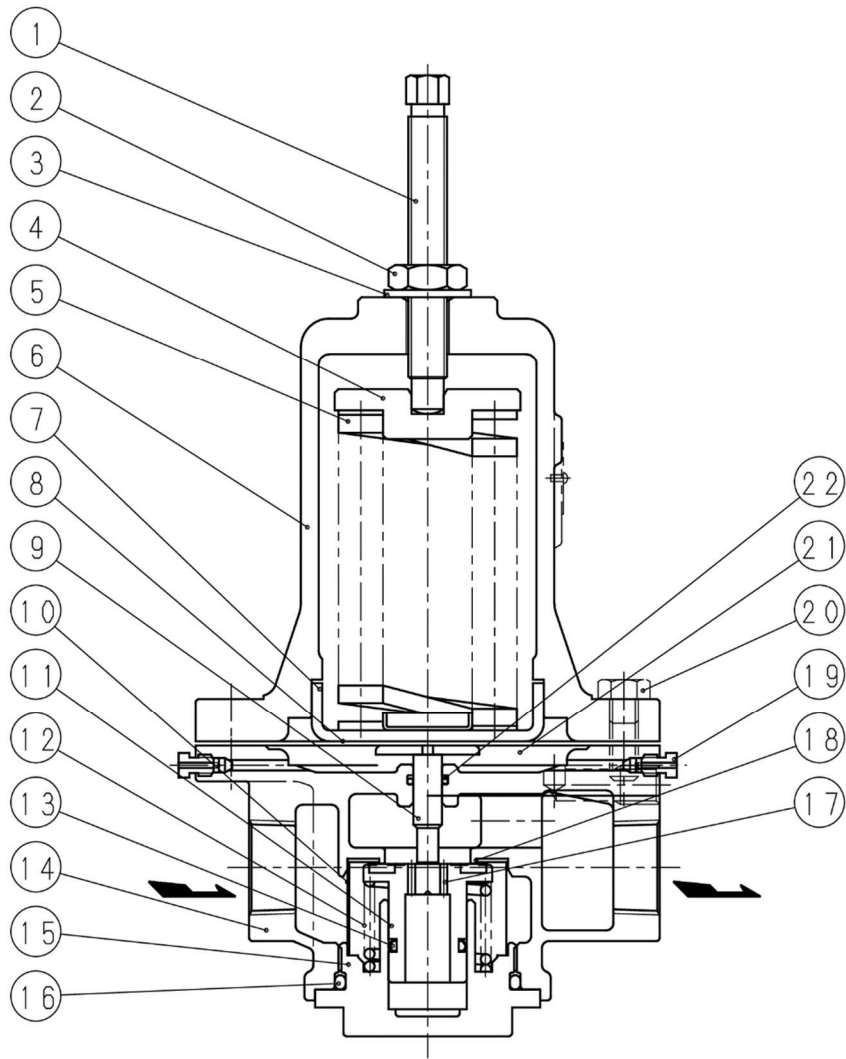
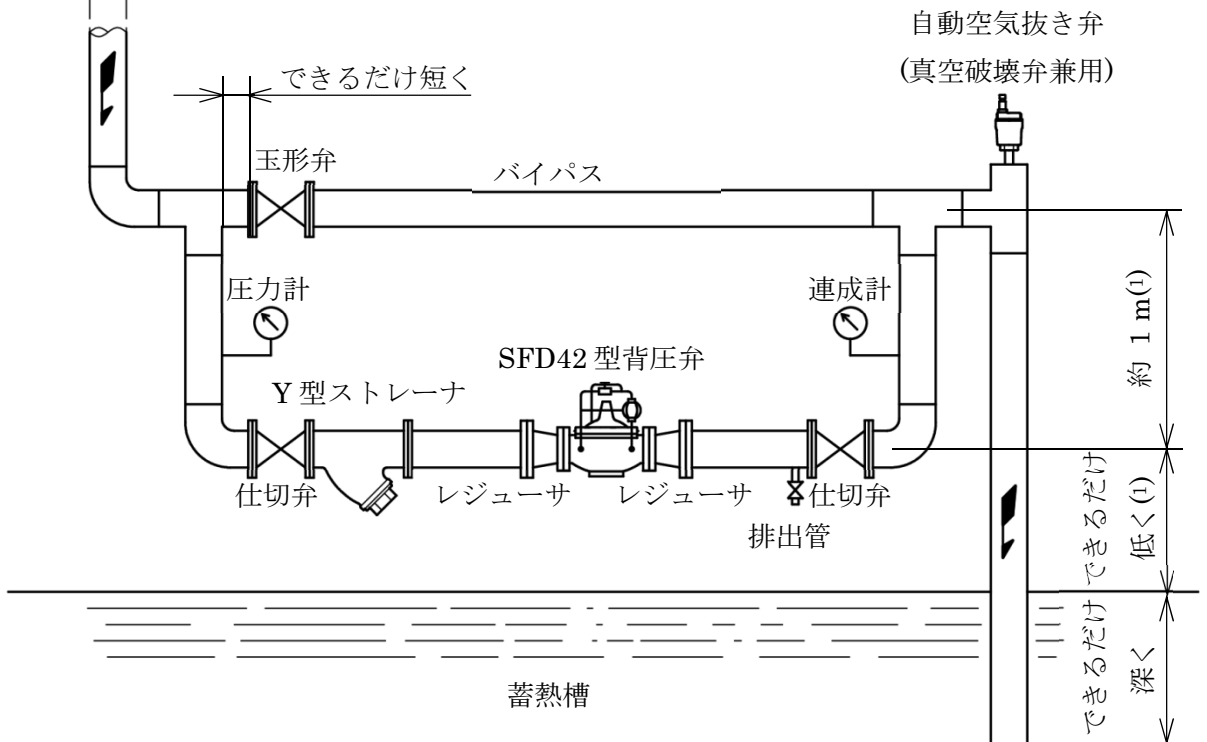

図4 VPD41B-3型バイパス開閉弁
図 8 配管例図
- 2.2 VPD41B-3 型バイパス開閉弁(H)(図 4)は、ポンプ運転中は閉止していますが、ポンプ停止時に一次側圧力が Head 圧以下になると開弁します。
- 呼び径 100 以上の場合は、通常運転時に管路の流れを止めずにアクセサリ回り(パイロット弁(C)回り)を修理するときなどに利用できます。この場合開閉弁(F)を閉止した後、(E)(G)(I)(J)の開閉弁も閉止し、更に検出管(K)の止め弁(図 8 参照)を閉止すればアクセサリ回りはそっくり取り外せます。
- また開閉弁(I)(J)(M)を閉止した場合、通常背圧弁として作動させたまま VPD41B-3 型バイパス開閉弁(H)(図 4)の保守・点検、またはこれを取り外すことができます。
なお、管末端はできるだけ深く蓄熱槽に没入してください(図 8 参照)。
- 3.10 検出管(K)を接続する際は、一次側圧力取出口は圧力計の取り付けしている配管の横方向(時計の短針の 3 時の方向)とし、空気溜りを避けるため先下がり(VPD41B-3 型バイパス開閉弁(H)(図 4)の方が低く)なるよう配管してください。また検出管(K)の一次側圧力取出口には呼び径 10 の止め弁を設置してください(図 8 参照)。
通水初め(水張時)には、流体に押されて大量の空気が OD3 型ダイヤフラム式基本弁(A)(図 2)のダイヤフラム室(21)に入って来ますので、OD3 型ダイヤフラム式基本弁(A)(図 2)の頂部についている空気抜弁体(1)及び VPD41B-3 型バイパス開閉弁(H)(図 4)の出口側に付いている空気抜弁(L)を緩めてダイヤフラム室(21)の空気を完全に排出してください。
更に VPD41B-3 型バイパス開閉弁(H)(図 4)の二個の空気抜弁体(19)を緩めてダイヤフラム室(21)の空気も完全に排出してください。
- 4.8 VPD41B-3 型バイパス開閉弁(H)(図 4)の開弁圧力(Head 圧に合わせる)はメーカ工場で設定済みですが、再調整が必要な場合は次の順序で行ってください。
- 4.8.2 開閉弁(J)を締めた後、VPD41B-3 型バイパス開閉弁(H)(図 4)の出口側に付いている空気抜弁(L)を緩めてください。
流体が勢いよく噴出し続ける場合は開弁圧力が Head 圧を超えていますので、VPD41B-3 型バイパス開閉弁(H)(図 4)の六角ナット(2)を緩めて、調節ねじ(1)を左回転(時計の針と逆方向に回転)して開弁圧力が Head 圧になるよう(流体がちょろちょろ噴出する程度)に調節し直してください。
- 4.8.3 空気抜弁(L)を緩めても流体が噴出しない場合は、開弁圧力が Head 圧未満となっていますので、VPD41B-3 型バイパス開閉弁(H)(図 4)の六角ナット(2)を緩めて調節ねじ(1)を右回転(時計の針と同方向に回転)して開弁圧力が Head 圧になるよう(流体がちょろちょろ噴出する程度)に調整し直してください。